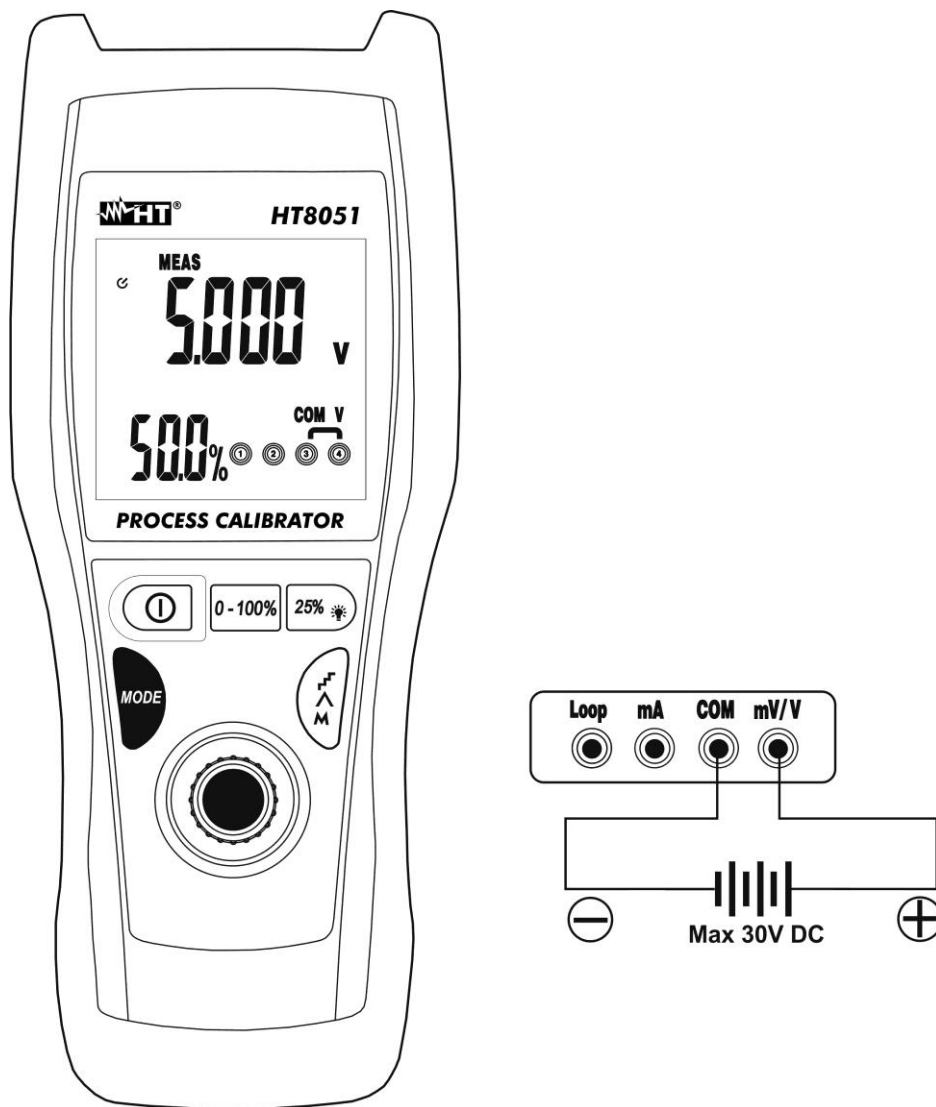

Fig. 3: Misura di tensione DC
3. Posizionare il puntale verde ed il puntale nero rispettivamente nei punti a potenziale positivo e negativo del circuito in esame (vedere Fig. 3). Il valore della tensione è mostrato nel display principale e il valore percentuale rispetto al fondo scala nel display secondario
4. Il messaggio **"-OL-"** indica che la tensione in esame eccede il valore massimo misurabile dallo strumento. Lo strumento non esegue misure di tensione con polarità opposta rispetto alla connessione di Fig. 3. Il valore "0.000" è mostrato a display